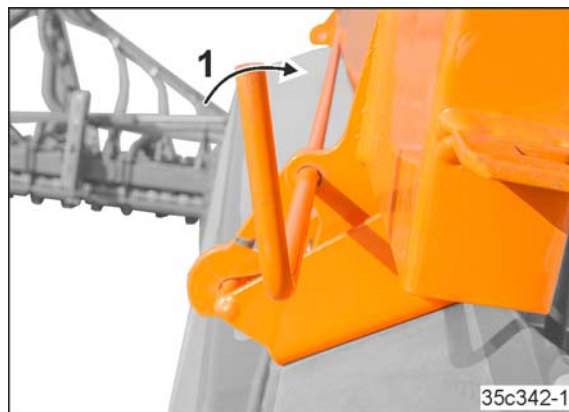

Fig. 258
1. Deckelverriegelung lösen (Fig. 258/1)